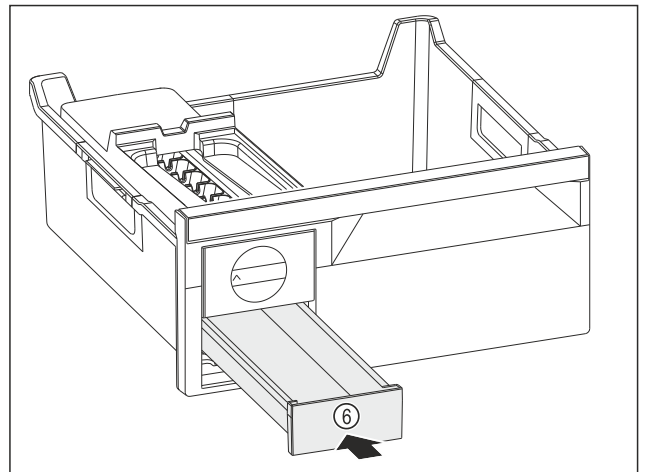

Fig. 116
- ▶ Zasuňte zásuvku na kocky ľadu Fig. 116 (6).